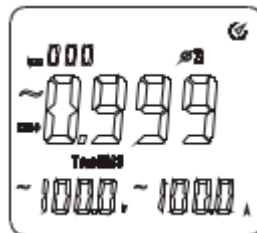

Figura 10-3
- Como muestra la figura 10-3, presione la tecla “SELECT” para elegir la fase 3, ϕ_3 , de un sistema de tres fases con cuatro cables. Se mostrará el factor de potencia $\cos(\phi)$, tensión (V) y corriente (A)